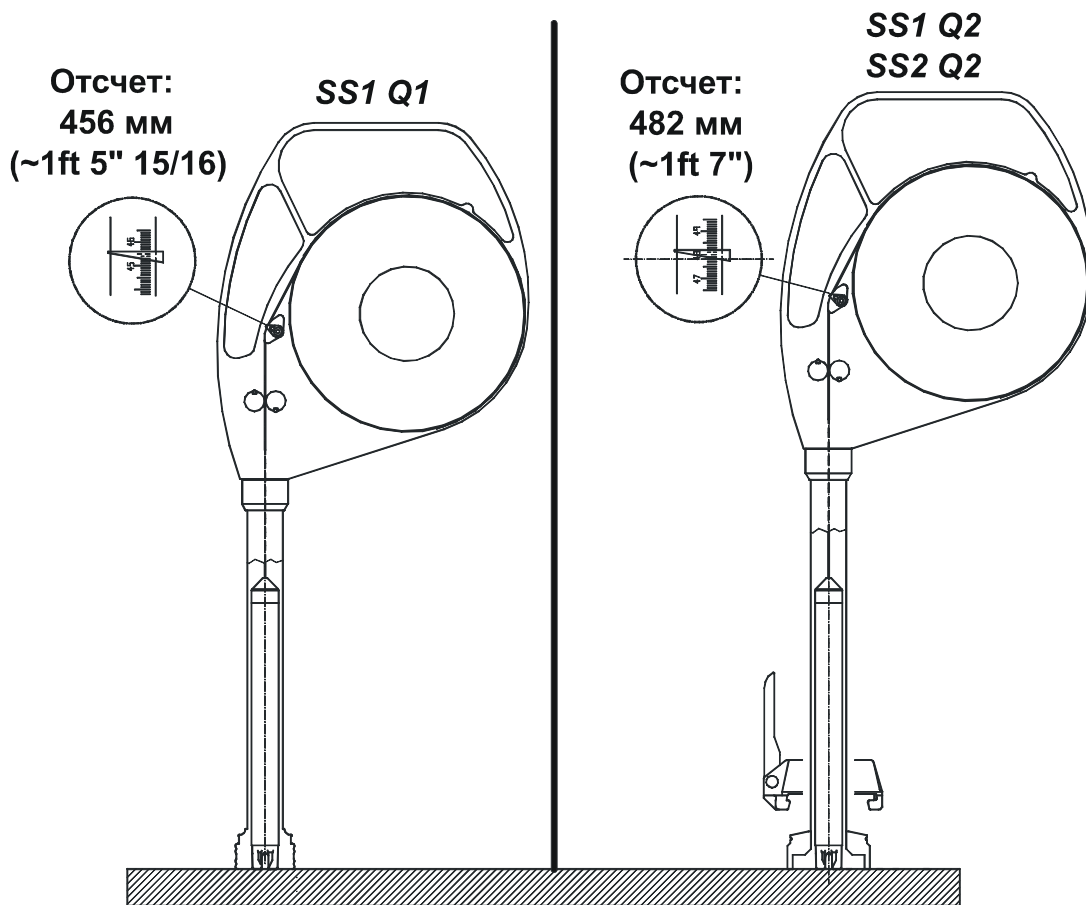

Рисунок 9-11
- осторожно опускайте ленту до тех пор, пока датчик не достигнет поверхности (Рисунок 9-11);